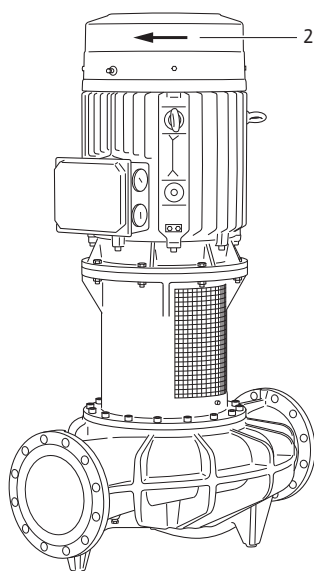

Fig. 47: Kontrollér omdrejningsretningen
- Kontrollér, om omdrejningsretningen stemmer overens med pilen på ventilationshætten (se Fig. 47, pos. 2) ved at starte pumpen kortvarigt. Gør følgende, hvis omdrejningsretningen er forkert: